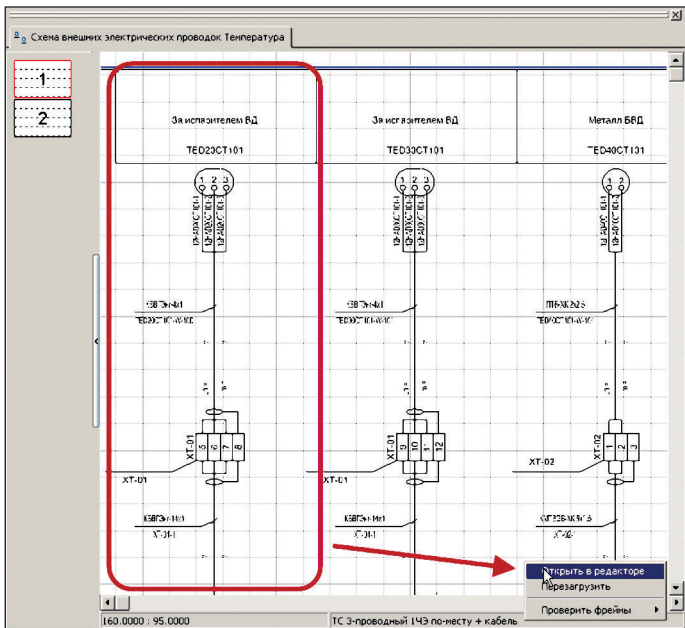

Рис. 5. Фрагмент графического документа "Схема внешних электрических проводов"
- выделяем нужный блок в самом документе и посредством команды *Открыть в редакторе* (после нажатия правой клавиши мыши) открываем в графическом редакторе нужный блок (рис. 5);